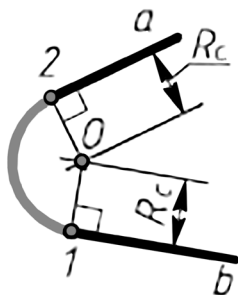

Рис. 38
*Сопряжение двух прямых.* Для выполнения сопряжения прямых  $a$  и  $b$  проводят дополнительные прямые, параллельно данным, на расстоянии  $R_c$ . Точка пересечения прямых — центр сопряжения  $O$ . Из точки  $O$  проводят перпендикуляры на прямые. Основания перпендикуляров 1 и 2 — точки сопряжения. Соединяют точки сопряжения дугой из центра  $O$  радиусом  $R_c$  (рис. 38).